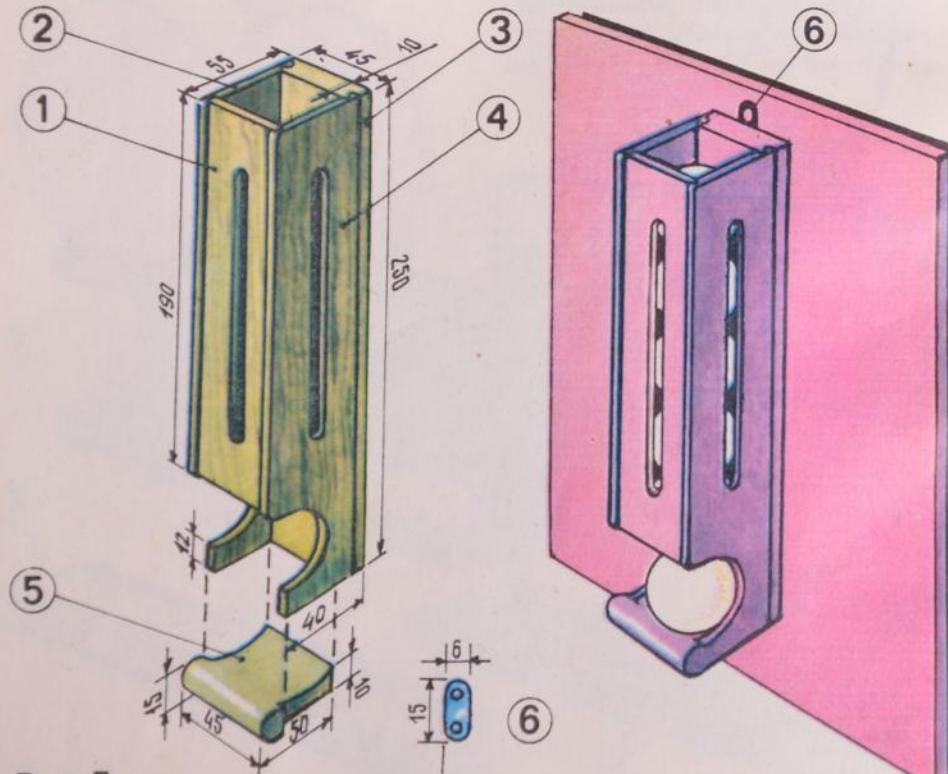

Рис. 7
А може, вас зацікавить вертикальна підставка (рис. 7)? Вона має передню (1), дві бічні (2 і 4), задню (3) стінки і дно 5. Фігурні бічні стінки випиляйте лобіком із фанери завтовшки 5—6 мм. Крізь пази в стінках буде видно, скільки у підставці кульок. Такий самий паз випилюють і в передній стінці (її роблять також із фанери завтовшки 5—6 мм).